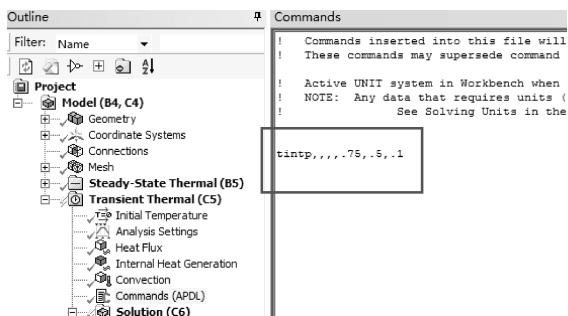

图 3-20 设置命令
(5) 采用命令行使精度和稳定性之间平衡：在导航树上，右键单击【Transient Thermal (C5)】→【Insert】→【Comments】；单击【Comments (APDL)】，在右侧的命令窗口中输入 `tintp,,, .75, .5, .1`；一阶瞬态积分为 0.75，振荡极限为 0.5 和 0.1，如图 3-20 所示。